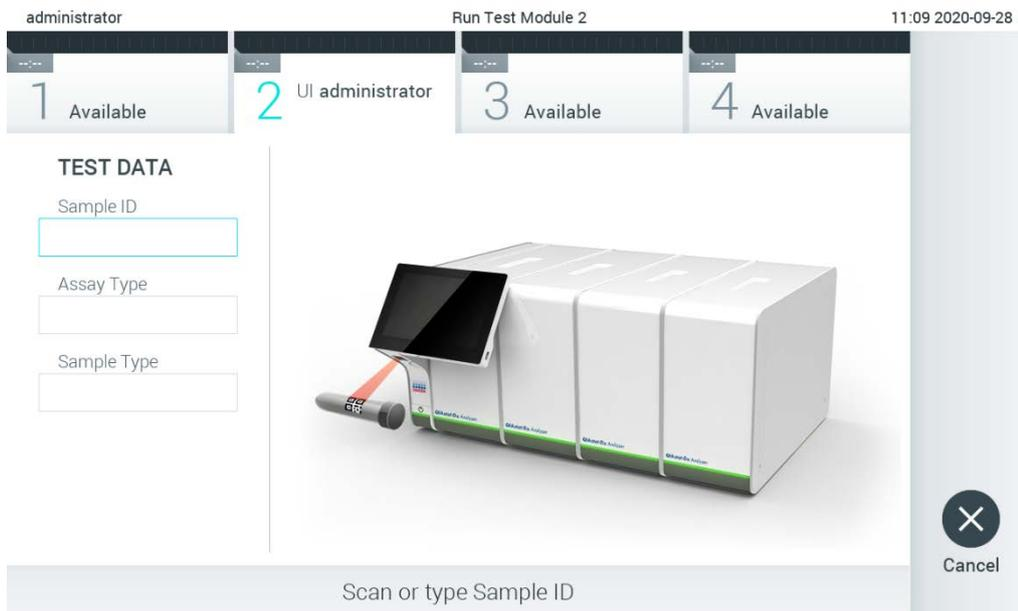

Figure 81. Lisez le code à barres d'identification de l'échantillon.
2. Lorsque vous y êtes invité, lisez le code à barres d'identification de l'échantillon à l'aide du lecteur de codes à barres intégré au module opérationnel (Figure 81).